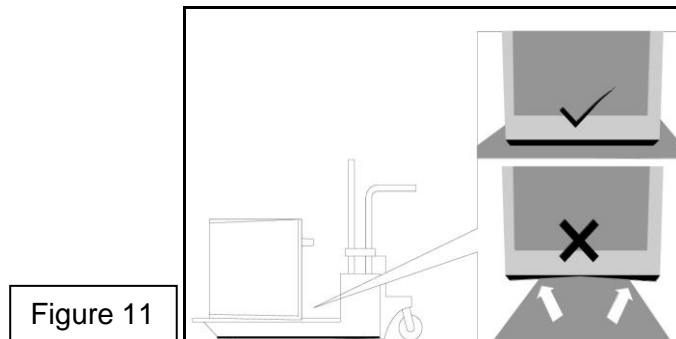

Figure 11
- Pour éviter tout dommage à l'événement du four, veuillez utiliser la méthode de transport montrée à la figure 11.